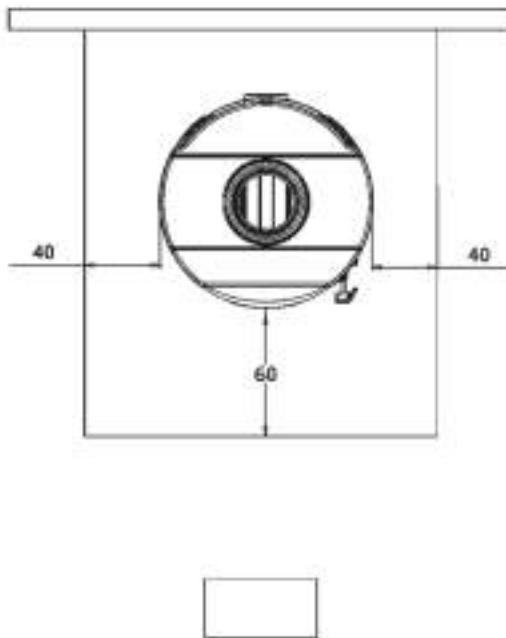

Bild 4B
c) falls das Produkt auf einer entflammmbaren Fläche installiert wird, muss eine nichtentflammmbare Fläche dazwischengeschoben werden, z.B. eine Fläche aus Stahl. Solch eine Fläche muss auf der vorderen Seite mindestens 60cm vorragen und seitlich zusätzliche 40cm, den zusätzlichen Raum zur Öffnung der vorderen Tür in Betracht ziehend (Bild 4B).